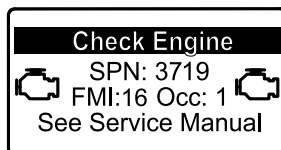

Figura 37
- Si es necesario realizar la regeneración con la máquina aparcada, el InfoCenter muestra la advertencia del motor SPN 3719, FMI 16 (Figura 37) y el ordenador del motor reduce la potencia del motor al 85 %.